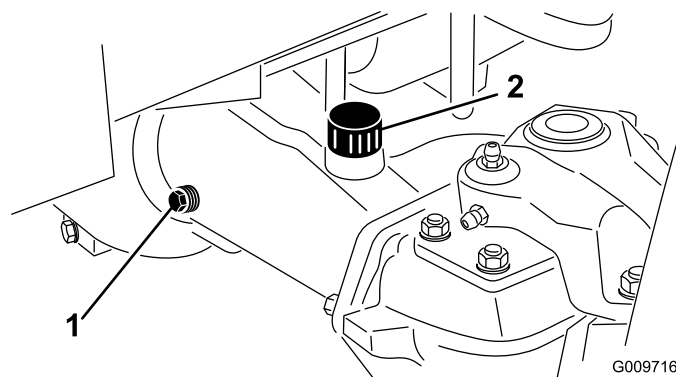

Figura 71
2. Retire o tampão de verificação que se encontra numa das extremidades do eixo (Figura 71) e certifique-se de que existe lubrificante até ao fundo do orifício. Se o nível estiver baixo, retire o tampão de enchimento (Figura 71) e adicione lubrificante suficiente para o